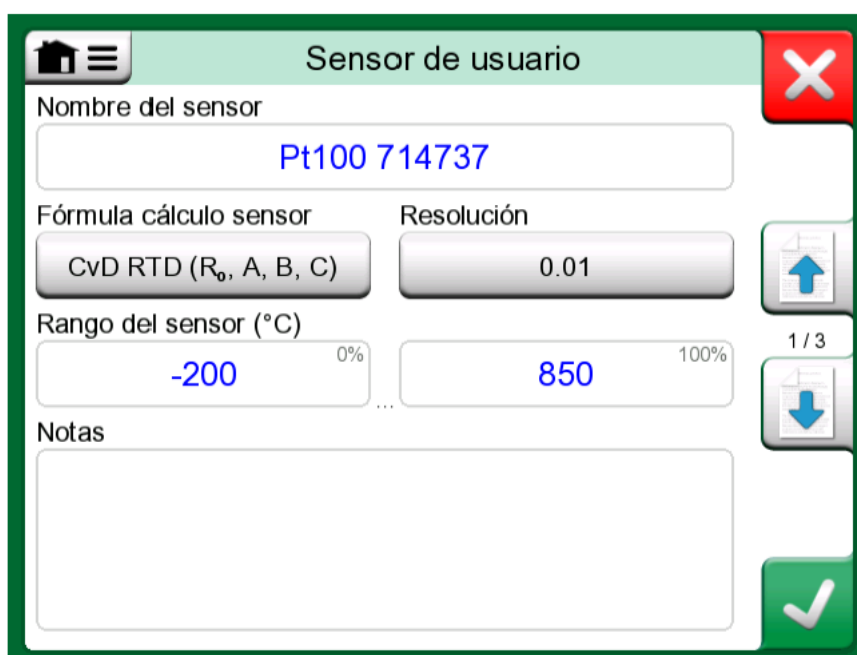

Figura 145: 1ª página de configuración
1. La primera página es para configuración general. Consulte Figura 145: 1a página de configuración en la página 163.